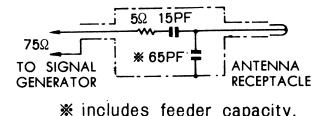

Fig. 7
- 6) Dummy antenna See Fig. 7.